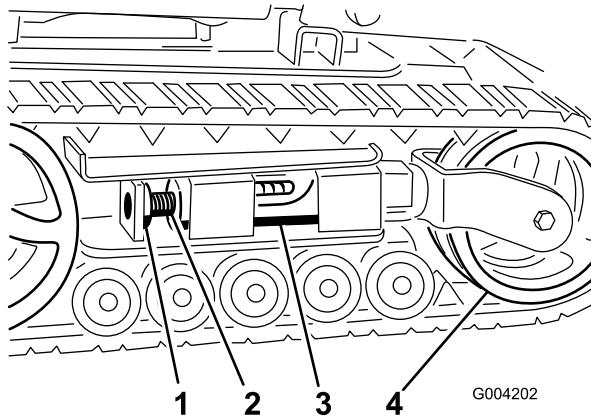
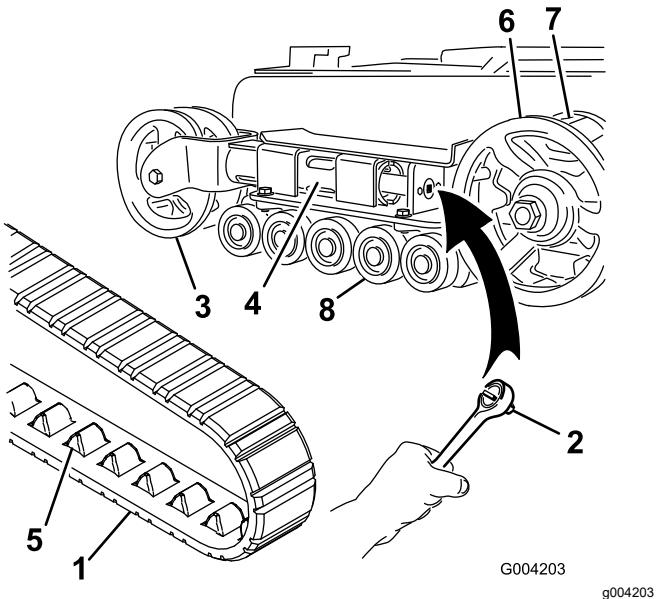
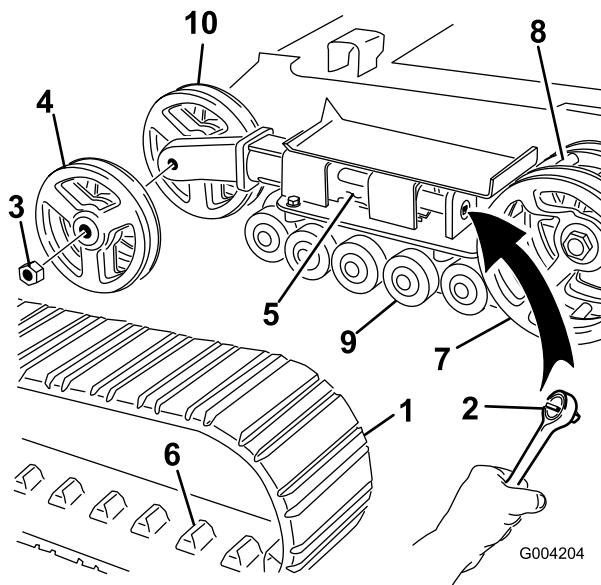

Figura 47
Figura 48
Figura 49
6. Allineare l'intaglio più vicino della vite di tensione al foro del bullone di bloccaggio e fissare la vite con il bullone di bloccaggio e il dado (Figura 47).
4. Togliete il bullone di bloccaggio e il dado (Figura 47).
Nota: Avete cingoli a larghezza ridotta se le ruote di tensione anteriori sono montate all'interno di una forcella all'estremità del tubo di tensione (Figura 48).
5. Utilizzando un cricchetto di trasmissione da $\frac{1}{2}$ ", rilasciate la tensione di trasmissione ruotando la vite di tensione in senso orario (Figura 47 e Figura 48).
6. Spingere la ruota di tensione verso il retro dell'unità in modo da spostare il tubo di tensione contro il telaio (Figura 48).
8. Quando il cingolo è staccato dalla ruota di tensione, rimuovetelo dai denti di trasmissione e dalle ruote non motrici (Figura 48).
9. Avvolgete il nuovo cingolo iniziando dalla ruota conduttrice e controllando che i denti del cingolo si alloggino tra i distanziali della ruota stessa (Figura 48).
10. Spingere il cingolo sotto e tra le ruote non motrici (Figura 48).
Nota: Avete cingoli a larghezza ridotta se le ruote di tensione anteriori sono montate sui lati dell'estremità del tubo di tensione (Figura 49).
5. Utilizzando un cricchetto di trasmissione da 1/2", rilasciate la tensione di trasmissione ruotando la vite di tensione in senso orario (Figura 47 e Figura 49).
6. Spingere la ruota di tensione verso il retro dell'unità in modo da spostare il tubo di tensione contro il telaio (Figura 49).
7. Togliere il dado di fissaggio della ruota di tensione esterna e rimuovere la ruota (Figura 49).
8. Togliere il cingolo (Figura 49).
9. Togliere il dado di fissaggio della ruota di tensione interna e rimuovere la ruota (Figura 49).
13. Montare la ruota di tensione interna e fissarla con il dado tolto in precedenza (Figura 49).
15. Montare il nuovo cingolo, accertandosi che gli attacchi del cingolo si inseriscano tra i denti al centro della ruota conduttrice (Figura 49).
16. Montare la ruota di tensione esterna e fissarla con il dado tolto in precedenza (Figura 49).
6. Collocare il tappo ingrassato della ruota non motrice sulla testa del bullone (Figura 48).
7. Fissare il tappo della ruota con l'anello elastico (Figura 48).